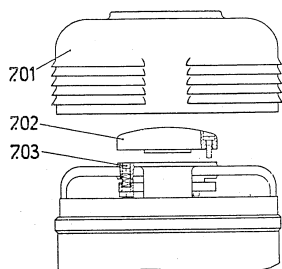

Abb. 7: Elektromagnetischer Fliehkraftschalter
Die Doppelpumpe (F) des Universalthermostats (Abb. 6; siehe Einlage hinten) wird im Normalfall durch einen kollektorlosen Motor (6.01) angetrieben, der bei 60 Watt abgegebener Leistung auch im monatelangen Dauerbetrieb sicher arbeitet. Der Motor ist turbinenbelüftet und wird nur handwarm. Seine Lager haben Dauerschmierung, die über 5000 Betriebsstunden vorhält. Zur Erneuerung der Schmierung benutzt man ein säurefreies Heißlagerfett mit einem Tropfpunkt von über 120° C (Calypsol). Bei Anlauf des Motors wird die induktive Hilfsphase durch einen Fliehkraftschalter automatisch abgeschaltet. Der Selbstanlauf des Motors ist demnach auch nach Stromabschaltungen sichergestellt. Sollte der Fliehkraftschalter aus irgendwelchen Gründen nicht mehr einwandfrei schalten, so ist eine Berichtigung der Einstellung nach Abb. 7 und 8 in folgender Weise durchzuführen:
Für den elektromagnetischen Fliehkraftschalter nach Abb. 7: